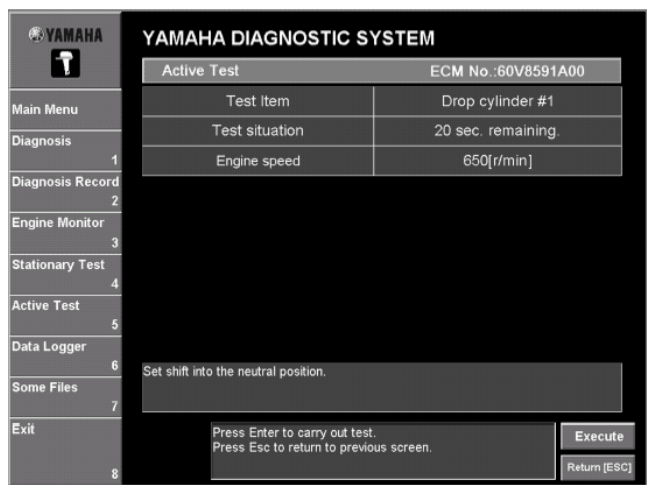

Рис. 97
4. Щелкнуть по **Выполнить(Execute)** или нажать клавишу Enter клавиатуры. (Рис. 97)
5. Во время теста появляется информация, около **Состояние теста(Test situation)** и **Число оборотов двигателя(Engine Speed)**, следуйте за отображаемыми инструкциями теста в сообщениях. (Рис. 97)